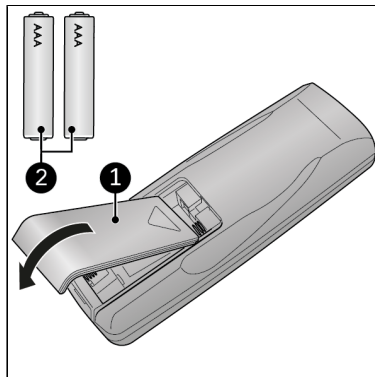

Figuur 13.
1. Zorg dat het apparaat is uitgeschakeld en dat de stekker uit het stopcontact is verwijderd (Figuur 13, pos. 2).
2. Verwijder de rubberen stop uit de afvoer (Figuur 13, pos. 4).
3. Sluit de meegeleverde waterafvoerslang (Figuur 13, pos. 1) aan op de afvoer van het apparaat.
4. Plaats het uiteinde van de waterafvoerslang in een emmer (Figuur 13, pos. 3).